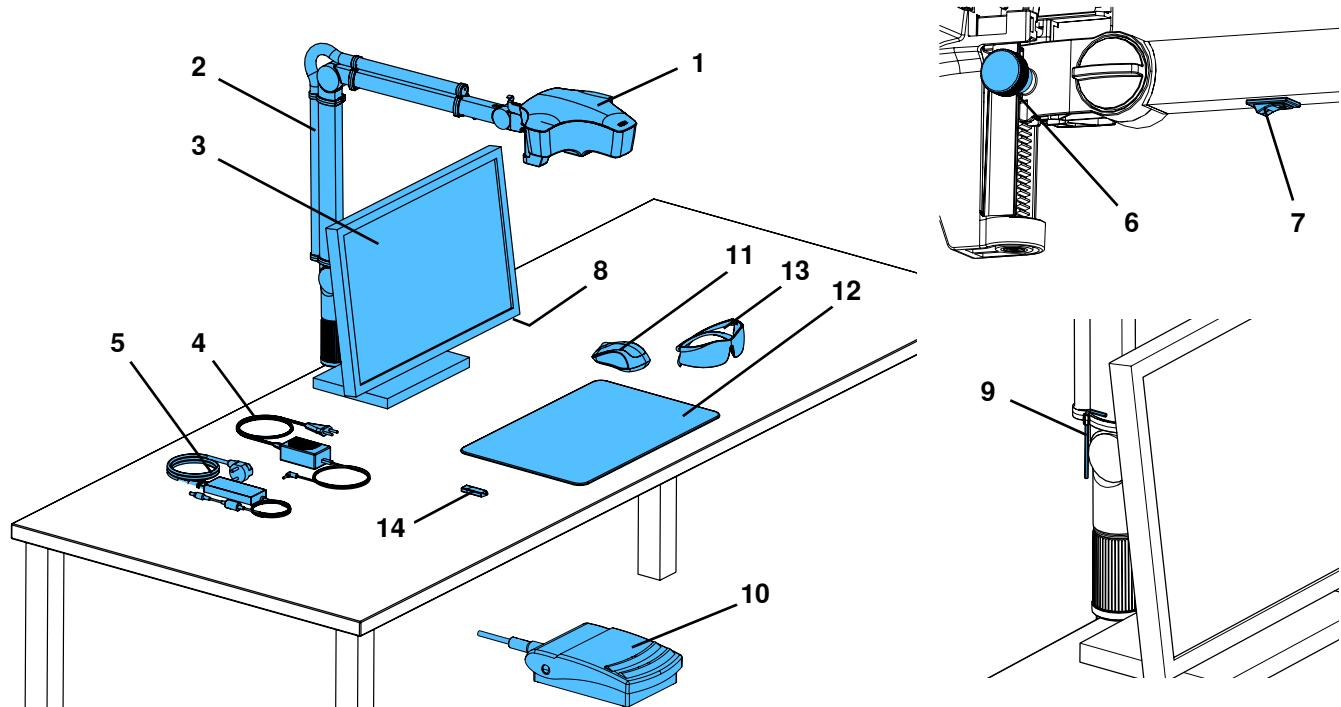

図1
- ⇒ デスクパッド (12, 図1) を作業台の上に置きます。
⇒マウス(11、図1)をデスクパッドの隣に置きます。
⇒フットスイッチ(10、図1)をテーブルの下に置き、フットスイッチ用ケーブルをフットスイッチに差し込みます。